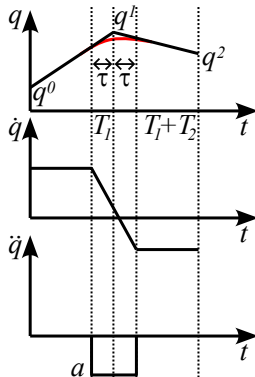

Figure 8 – Interpolation avec ajustement parabolique
- La trajectoire finale coïnciderait avec les trajectoires rectilignes qui relient les points deux à deux, sauf à proximité de ceux-ci où un polynôme de degré 2 permettrait de faire varier la vitesse progressivement (Fig. 8).